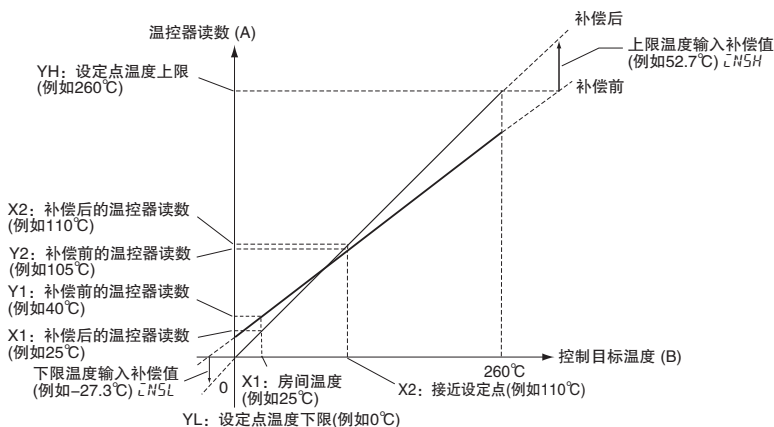

图 3 2 点补偿的图示
1. 在 2 点处补偿温控器读数，这两个点分别为接近房间温度和接近控制目标温度的温度值。因此，请检查铂电阻温度 (B) 和铂电阻温度在接近房间温度和设定点温度时的温控器读数 (A)。
- 使用下述公式，根据补偿前的温度 (Y1 和 Y2)、补偿后的温度 (X1 和 X2)、设定点温度上限 (YH) 和设定点温度下限 (YL) 来设定上限温度输入补偿和下限温度输入补偿。“图 3”中给出了补偿的图示。